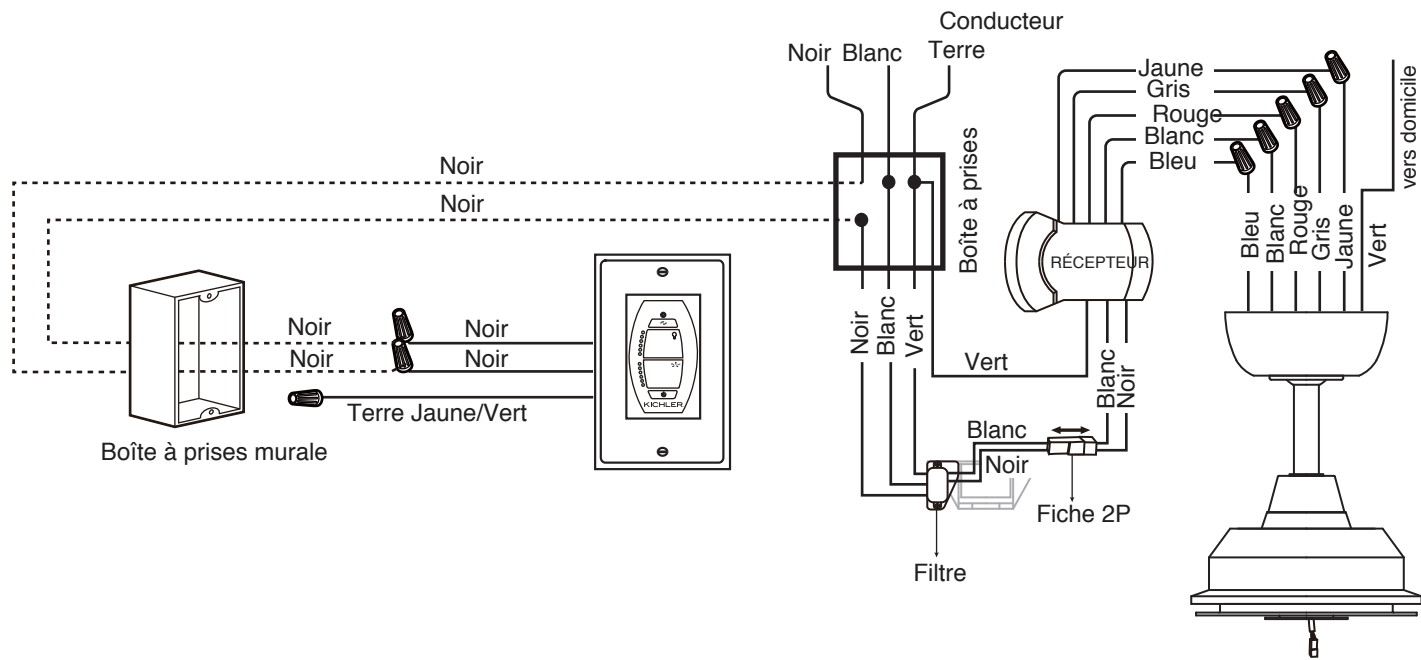

Fig. 13
Effectuer toutes les connexions illustrées sur la Figure 13. Fixer chacune des connexions avec les serre-fils fournis.
Étape 1. Connectez le fil Bleu d ventilateur (moteur) au fil Bleu marqué du récepteur. Acheminez le fil blanc du ventilateur (moteur) au fil Blanc du récepteur. Acheminez le fil Rouge du ventilateur (moteur) au fil Rouge du récepteur. Acheminez le fil Gris du ventilateur (moteur) au fil Gris du récepteur. (Fig. 13)
Étape 1. Enclenchez ensemble les fiches de connexion des fils 2-P du récepteur et du filtre : Noir à Noir, Blanc à Blanc. (Fig. 13)
Étape 1. Acheminez le fil Noir (AU MOTEUR L) de la commande murale au fil Noir de la boîte à prises murale. (Fig. 13)